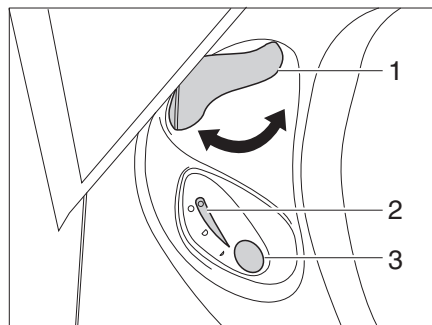

Bild 155 Bedieneinheit Thetford-Toilette
- Vor dem Spülen den Schieber der Thetford-Toilette öffnen. Dazu den Schieberhebel (Bild 155,1) entgegen dem Uhrzeigersinn drehen.
- Zum Spülen den blauen Spülknopf (Bild 155,3) drücken.
- Nach dem Spülen den Schieber schließen. Dazu den Schieberhebel (Bild 155,1) im Uhrzeigersinn drehen.
Die Kontroll-Leuchte (Bild 155,2) leuchtet, wenn die Thetford-Kassette entleert werden muss.
- Den Schieberhebel (Bild 155,1) im Uhrzeigersinn drehen. Der Schieber wird geschlossen. Zum Entleeren **muss** in der Thetford-Toilette der Schieber geschlossen sein.